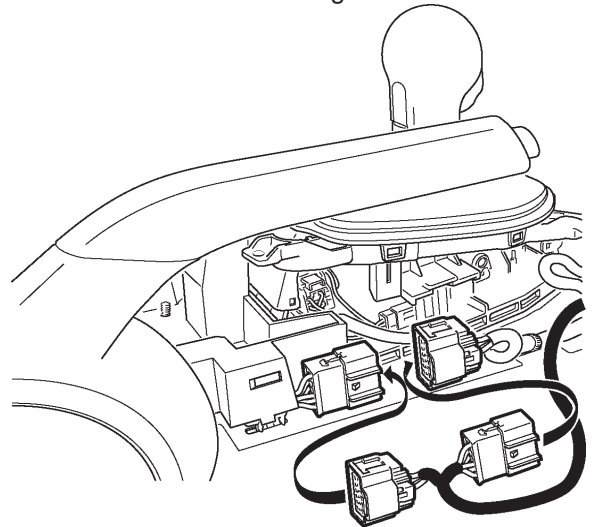

FIGURA 4
- Conecte el arnés del parche del indicador entre el conector de la clavija 12 hacia delante de la palanca del freno de estacionamiento y amarre con cable al arnés del vehículo cada 150 mm. Consulte la Figura 4.